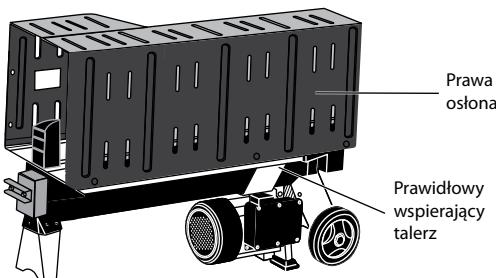
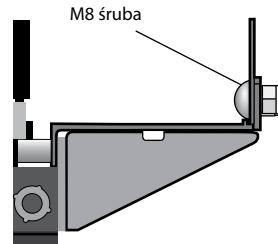

Rys. 1a
Rys. 1b
- Włóż lewy panel ochronny do rowka lewej płyty podporowej, upewnij się, że otwory lewego panelu ochronnego są wyrównane z otworami lewej płyty podporowej, użyj 2 sztuk śrub M8 z kwadratową szyjką i 2 sztuk nakrętek zabezpieczających do mocowania (rys. 1a, rys. 1b).